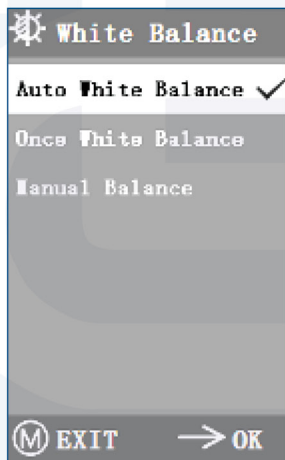

Figure 5-1
- Après être entré dans le menu de la balance des blancs, l'option par défaut est "Auto White Balance", comme le montre la Figure 5-1